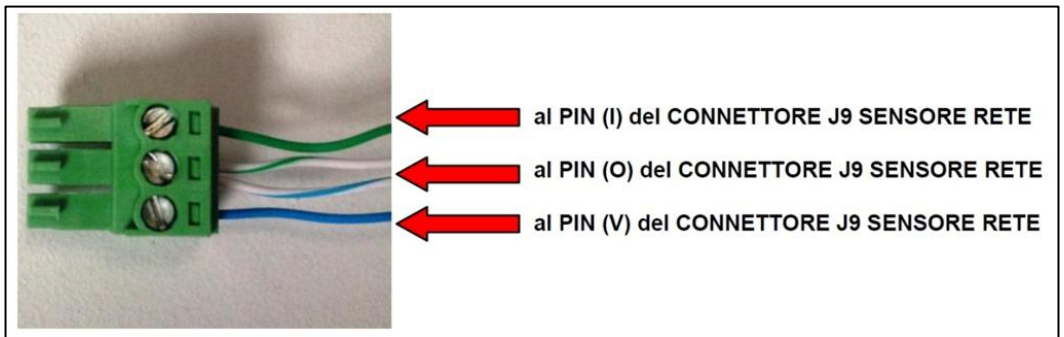

Figura 5 – Cablaggio connettore sensore di rete
- Utilizzare due coppie di fili incrociati avendo cura di collegare il PIN (O) centrale ad entrambe le coppie come mostrato in Figura 5. Nel caso di cavo schermato tipo STP collegare la treccia al PIN (O) centrale. Ricordandosi di infilare il PG9 e di annotare il colore dei conduttori.